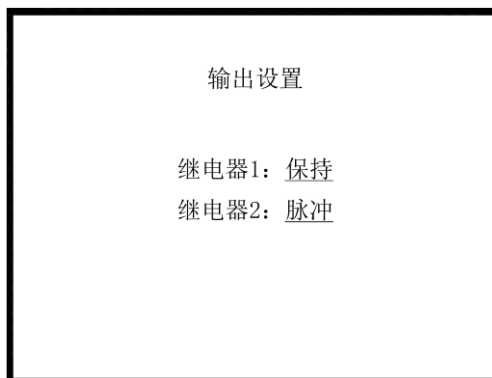

图 6-4
6.4 输出设置 按数字“8”，输入密码“119119”，再按确认键。如图6-4